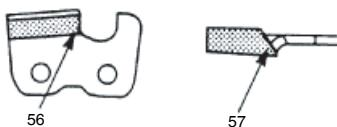

Fig. 47
- 6) Lime suficientemente para eliminar cualquier daño del filo de corte (placa lateral (56) y placa superior (57)) de la cuchilla. (Fig. 47)